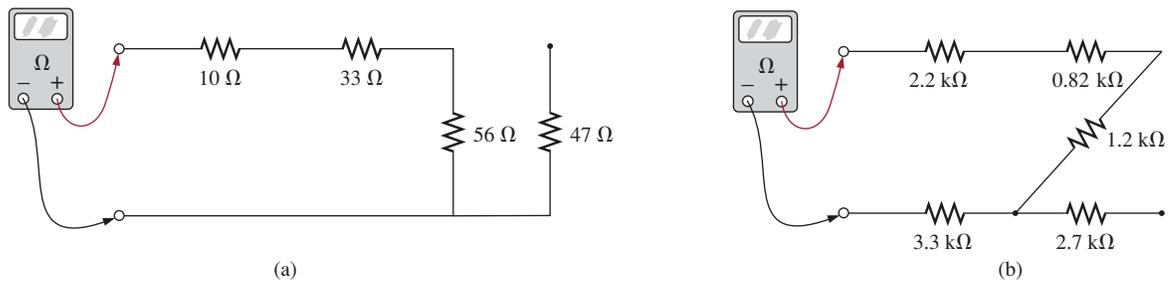

FIG. A4.89
5. Para cada una de las configuraciones de la figura A4.89, determine la lectura del óhmetro.